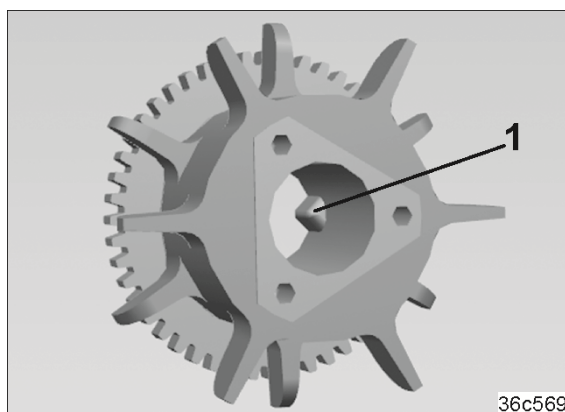

Fig. 253
9. Fjern trekant-medbringerne (Fig. 253/1) på bønnesåhjulene, som senere skal kobles ut for oppretting av kjøresporene.
Trekant-medbringerne (Fig. 253/1) til de andre bønnesåhjulene griper inn i utsparingen til såakselen.